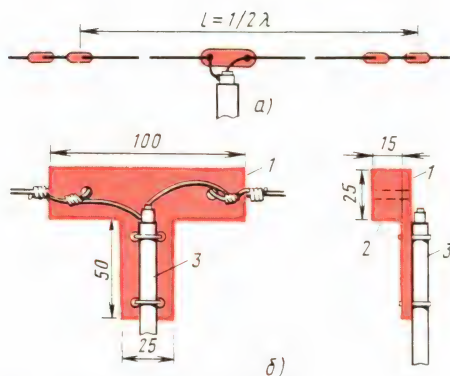

Рис. 399. Антенна трансивера
**Антенна.** Одной из лучших антенн любительской станции 160-метрового диапазона радиоспорсмены-коротковолновики считают симметричный полуволновый диполь — два отрезка провода с изоляторами на концах (рис. 399,а), общая длина которых равна половине длины радиоволны диапазона, т.е. около 80 м (точнее:  $L = 0,475\lambda$ ). Для сооружения такой антенны потребуются медный провод или антенный канатик диаметром 2–2,5 мм, орешковые изоляторы, три опоры, а для соединения антенны с трансивером — коаксиальный кабель с волновым сопротивлением 75 Ом (таким кабелем делают вводы телевизионных антенн).
Длина каждого плеча диполя может составлять 39–40 м, но быть обязательно одинаковой для каждого плеча. К внешним концам диполя привяжи по цепочке из двух изоляторов, с помощью которых антенну будешь крепить на опорах. Внутренние концы плеч диполя и коаксиальный кабель монтируй на изоляторе, как показано на рис. 399,б. Изолятор состоит из Т-образной пластины 1, выпиленной из листового текстолита толщиной не менее 3 мм, и текстолит-